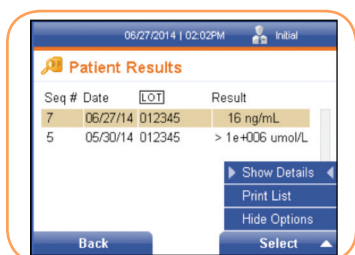

FIGURA 58
1. Pulse la tecla programable derecha para ver las opciones disponibles en la pantalla Resultados del paciente. Se mostrará el menú Opciones (Figura 58).